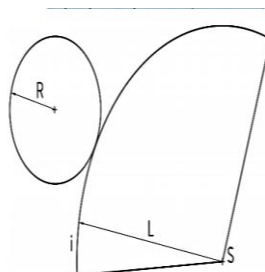

Рисунок 14 . Развертка конуса
- угол развертки боковой поверхности конуса определяется по формуле: $\alpha = (360 \times R) / L$, где **R** – радиус основания конуса, - длина образующей конуса в любом месте на полученной дуге построить основание пирамиды с окружностью радиуса **R** (рис. 14).